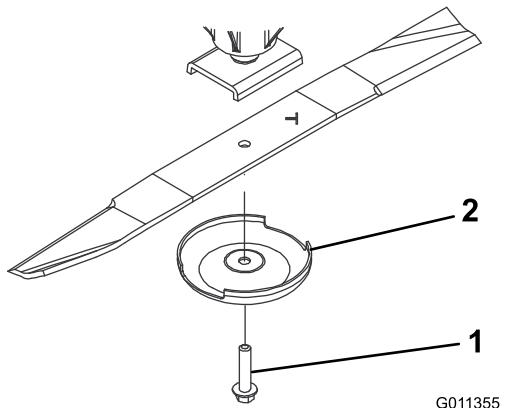

Figura 14
2. Sujete el extremo de la cuchilla usando un paño o un guante grueso. Retire del eje de la cuchilla el perno de la cuchilla, el protector de césped y la cuchilla (Figura 14).
3. Instale la cuchilla, con la vela hacia la carcasa de corte, con el protector de césped y el perno de la cuchilla (Figura 14). Apriete el perno de la cuchilla a 85–110 pies-libra (115–149 N·m).